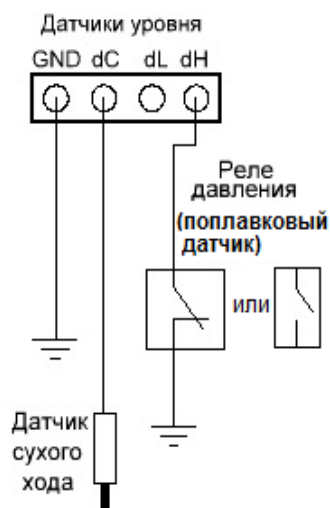

Рис.15
8.1.3 Алгоритм **A03**, реле давления или кабельный поплавок датчик с замкнутым контактом при нижнем уровне, вход dL не подключается (рис.15).
8.1.4 Алгоритм **A04**, реле давления или кабельный поплавок датчик с разомкнутым контактом при нижнем уровне, dL не подключается (рис.15).
8.2.3 Алгоритм **A07**, кабельный поплавок датчик или реле давления с замкнутым контактом при нижнем уровне, вход dC – перелив, рис.15.
8.2.4 Алгоритм **A08**, кабельный поплавок датчик или реле давления с разомкнутым контактом при нижнем уровне, вход dC – перелив, рис.15.